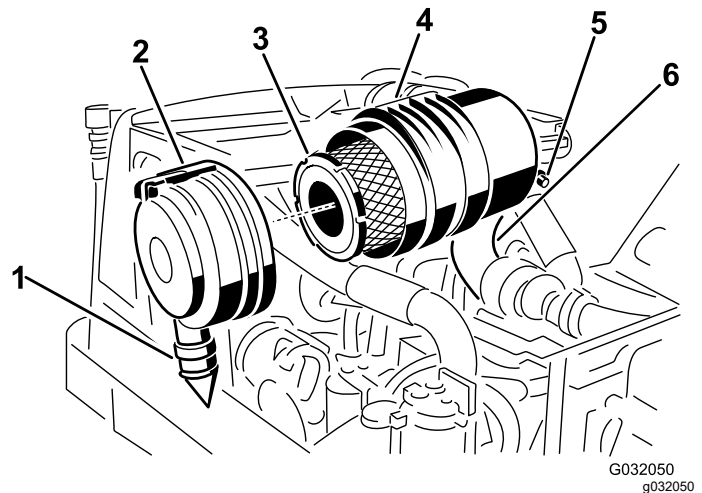

Figure 44
2. Déposez le préfiltre (Figure 44).
3. Remplacez le préfiltre (Figure 44).
puis verrouillez-le en place (Figure 44).